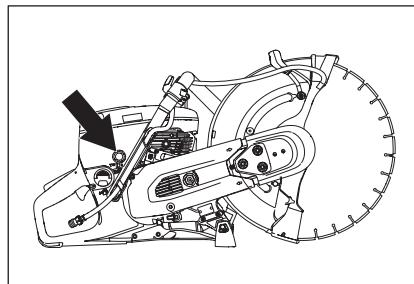

Рис. 11
- Нажмите на кнопку ручного топливного насоса (праймер) несколько раз, пока топливо не начнет заполнять диафрагму (4-5 раз). Диафрагма не должна быть полностью заполнена (рис. 11).